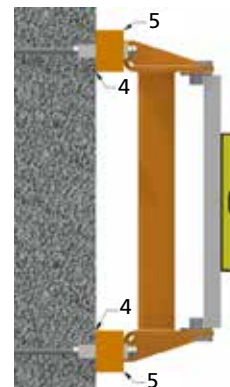

fig.39
- d. la verticalité parfaite peut s'obtenir en insérant des cales de niveau 4 (non fournies), entre le poteau et l'étrier 5 (fig. 39).